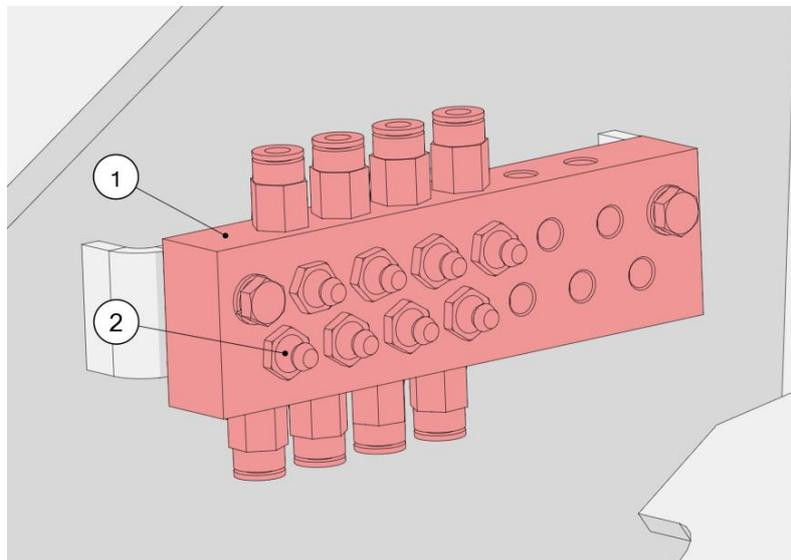

Рисунок 68. Централизованная смазка подшипников
Пресс-подборщик Z514 оснащен системой централизованной смазки подшипников. Сборные планки (1) со смазочными ниппелями (2) позволяют смазывать подшипники машины (рис. 68). Планки расположены на левой и правой сторонах пресс-подборщика. Они должны смазываться в соответствии со схемой смазки (глава 5.8).